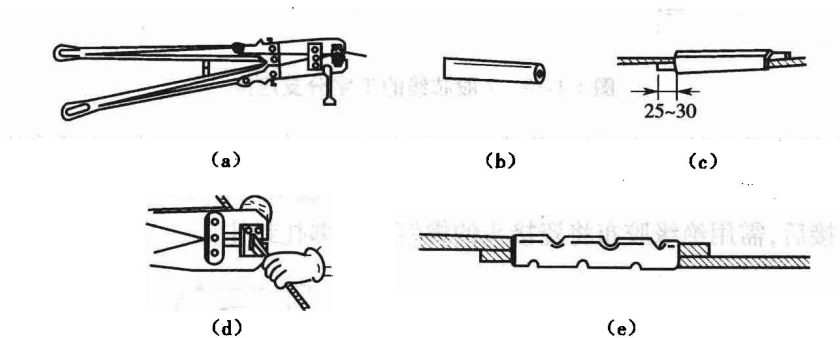

图 1-1-18 铝芯导线的压接管压接法
②压接管压接法:先用钢丝刷去除芯线表面和压接管内壁的氧化层并涂上中性凡士林,然后将导线的线端相对穿入压接管并伸出 25~30 mm,用压接钳在线端的一侧压接完后再压接另一侧,整个操作过程如图 1-1-18 所示。